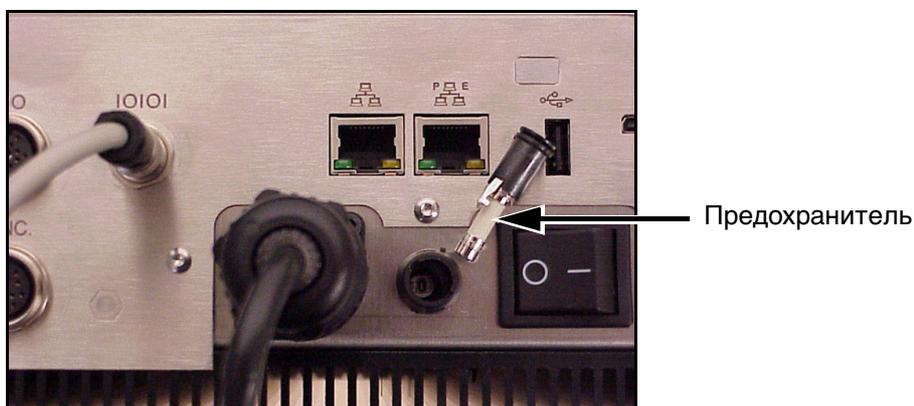

Рис. 7-2: Предохранитель
- 2 Замените предохранитель на 5 А, если он перегорел (см. Рис. 7-2).